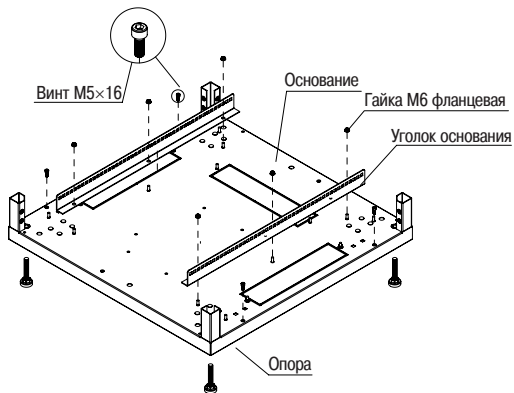

Рисунок 1 – Нижнее основание
3.1.1 Извлеките из первого места составные части изделия. Установите на нижнее основание два уголка основания с помощью гаек М6 с фланцем, затем вкрутите опоры (4 шт.), а также винты М5×16 (4 шт.) с цилиндрической головкой (рисунок 1).